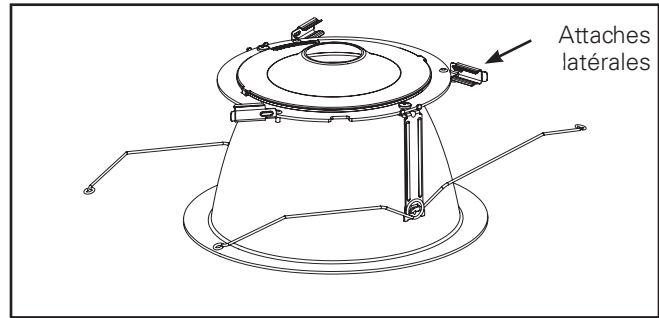

Figure 4.
2. Retirez l'assemblage de la garniture de l'emballage protecteur et tournez les attaches latérales (3) vers l'extérieur. (Figure 4).